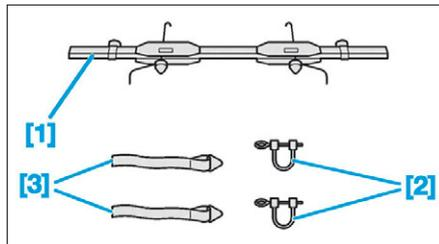

FIG. 3
- [1]. Compresseurs de suspension (réf : 0916-A) (Fig.3).